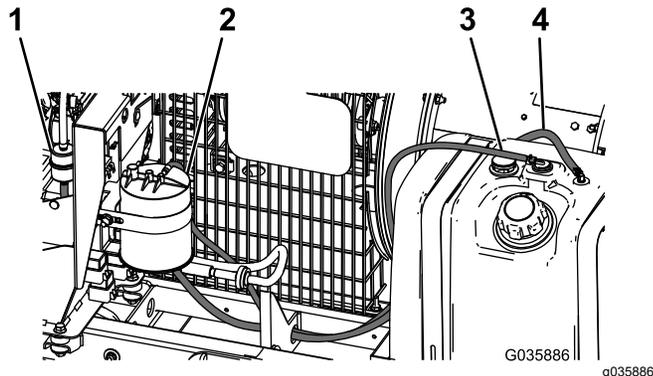

图 8
8. 如图 8 所示使用之前卸下的软管夹将 1.6m 软管连接到油箱和燃油滤清器上。
9. 如图 8 所示使用之前卸下的软管夹将 1.5m 软管连接到油箱和碳罐上。